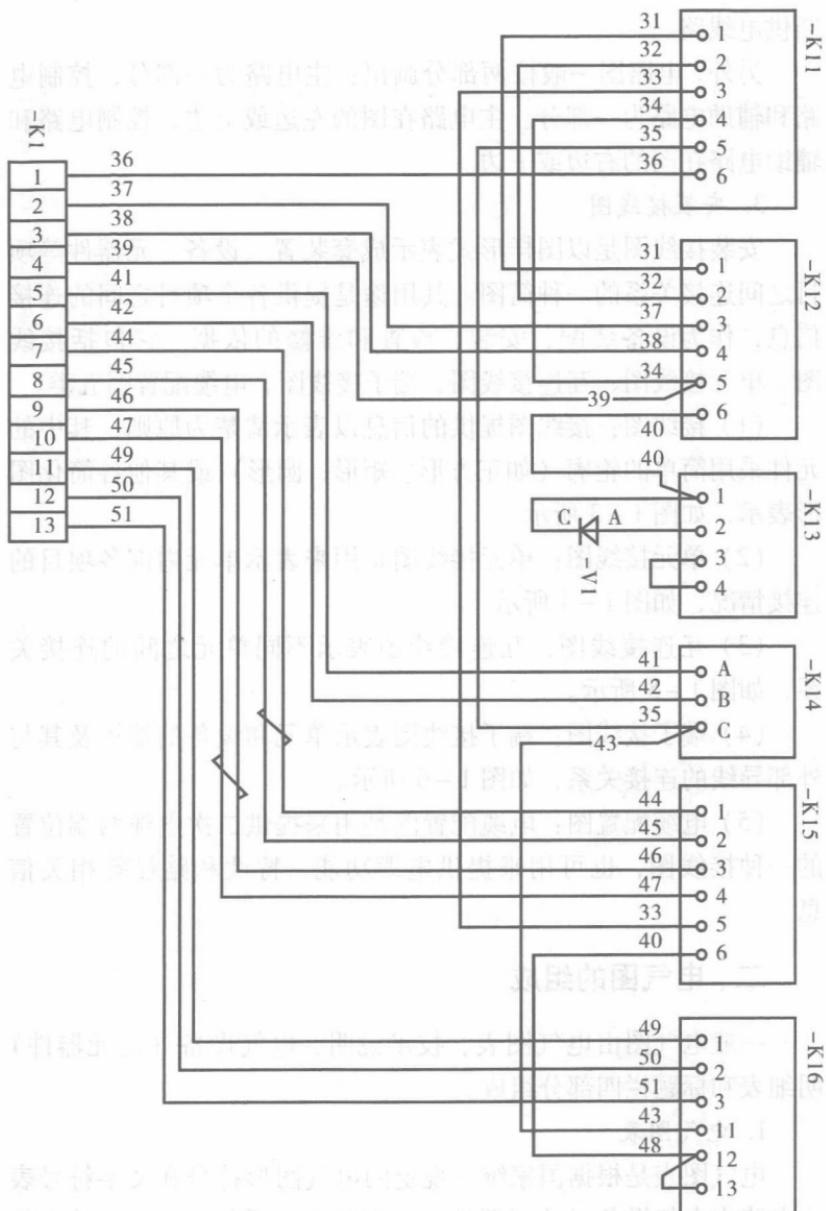

图 1-3 接线图举例
(1) 接线图：接线图提供的信息以表示清楚为原则，其中的元件采用简单的轮廓（如正方形、矩形、圆形）或其他各简化图形表示，如图 1-3 所示。